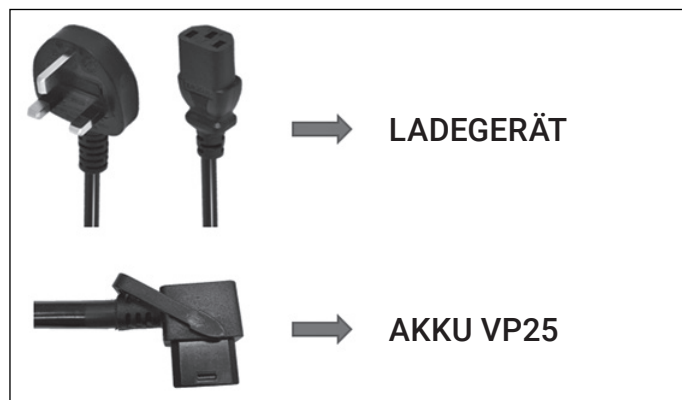

Abbildung 59
4. Stecken Sie das Ladekabel in den Ladeanschluss (**Abb. 59**). Zum Einsetzen ist etwas Kraft erforderlich.